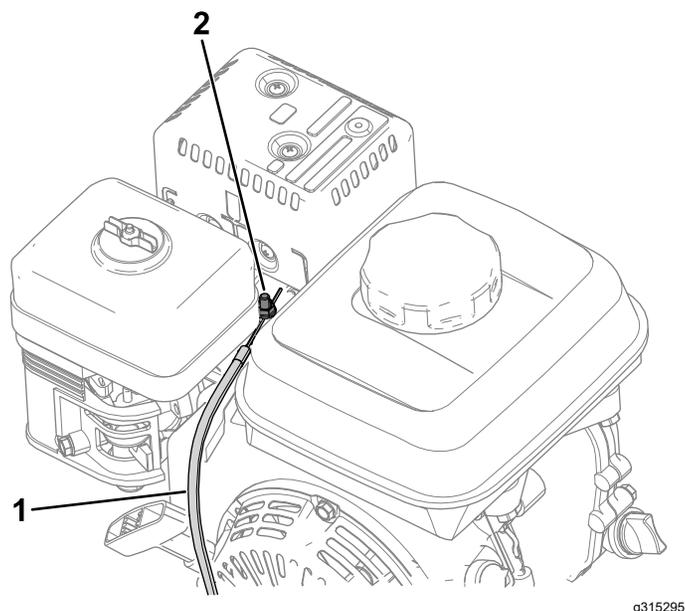

Figura 35
4. Allentate la vite del fermo del cavidotto (Figura 35).